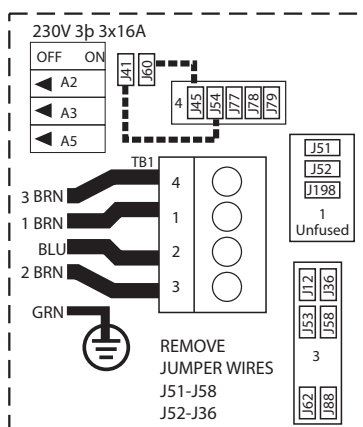

Figure 2
CONNEXION ÉLECTRIQUE OPTIONNELLE: Alimentation triphasée (Figure 2)
2. Réinstallez seulement les cavaliers comme indiqué par les lignes pointillées sur la Figure 2.